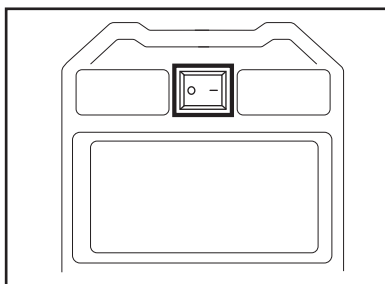

Рис. 2.
- для включения переведите тумблер выключателя в положение I (рис. 2).